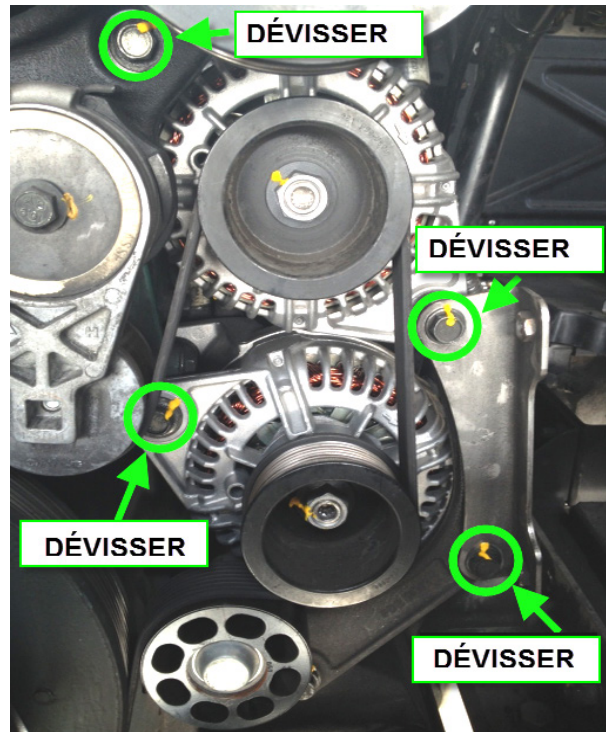

FIGURE 5
7. Retirer les alternateurs. Pour ce faire, dévisser les boulons de montage identifiés à la FIGURE 5 et conserver pour réutilisation.